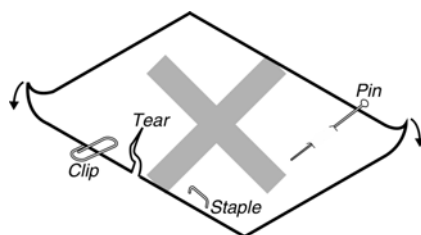

图 B-3
- 装进的纸一定不能有折叠、撕裂或带有订书钉、回形针、大头钉等任何杂物（如图 B-3 所示）。如果装入的纸张带有其它杂物，则极可能会严重损坏打印机。